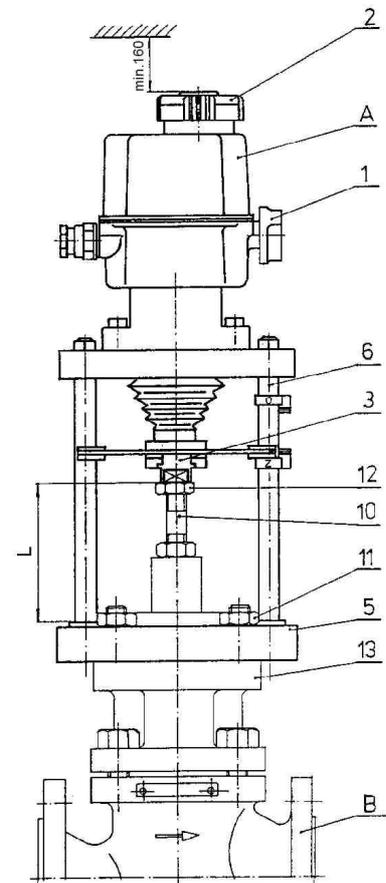

Рис. 5
2.1.4 Механическое присоединение с фланцем типа TGL (рис. 5)
Электрическое подключение осуществляется посредством двух сальниковых концевых втулок М16х1,5 на клеммные колодки с размером клеммы 1,5 мм². Для присоединения и управления прибором предназначена клеммная колодка с шестью клеммами (9) (рис. 5) и для присоединения датчика клеммная колодка с тремя клеммами (10). Для обеспечения разбега электродвигателя прибор оснащен комплектом конденсаторов (8).